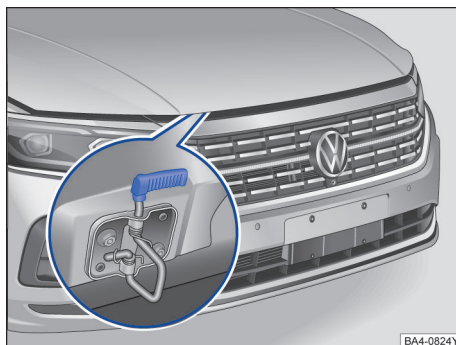

图 188 散热器格栅上方用于打开发动机舱盖的分离杆
- 沿箭头上提开启拉手，抬起发动机舱盖并将其打开 → 图 188 → ⚠️。